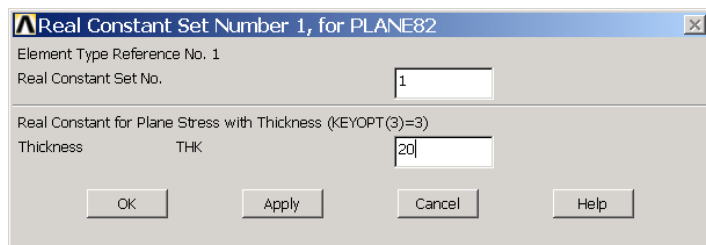

图1.27 【Real Constant Set Number 1,for Plane82】对话框
(2) 单击【Real Constants】对话框中的【Add】按钮, 进入下一个【Choose Element Type】对话框, 选择【Plane82】单元, 然后单击【OK】。
(3) 接着弹出【Real Constant Set Number 1,for Plane82】对话框, 如图 1.27 所示。